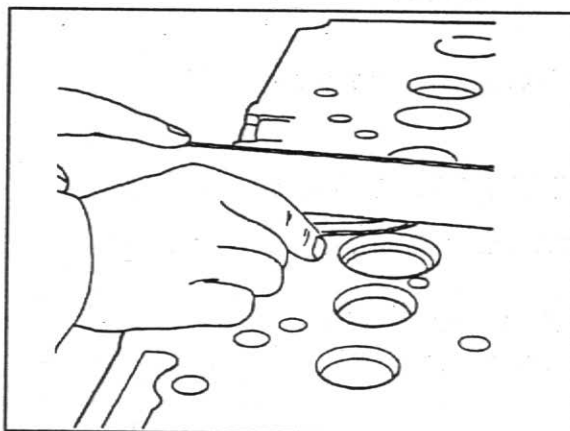

Fig. 21
5. Verifique o empenamento do cabeçote com uma lâmina calibradora e uma régua de aço. Limites máximos permitidos: transversal 0,08 mm (0,003 pol), longitudinal 0,15 mm (0,006 pol), figs. 21 e 22.